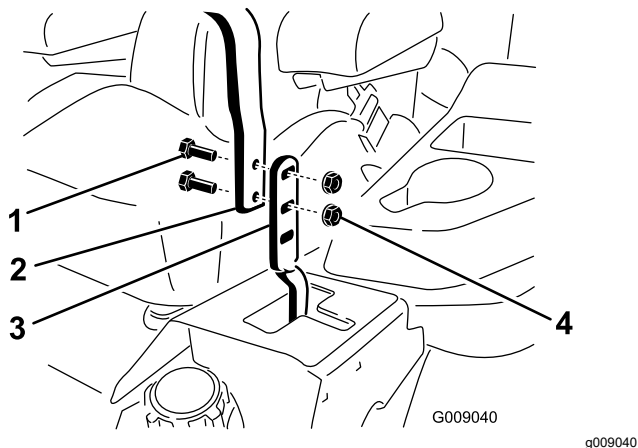

Figure 90
3. Desserrez les boulons et les écrous à embase situés dans les leviers (Figure 90).